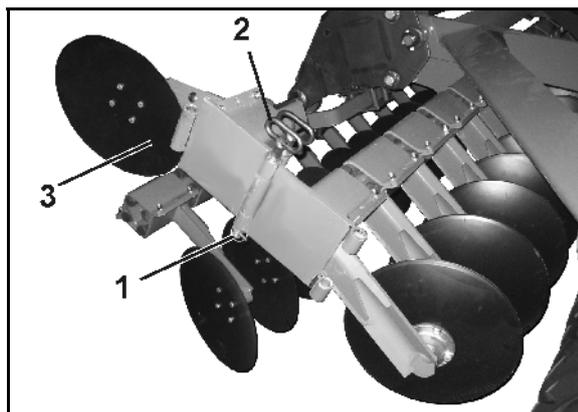

Fig. 50
- 2.1 Soltar el pasador clavija (Fig. 50/1).
- 2.2 Extraer el perno de fijación (Fig. 50/2).
- 2.3 Replegar el disco lateral (Fig. 50/3) y fijarlo en esa posición con el perno.